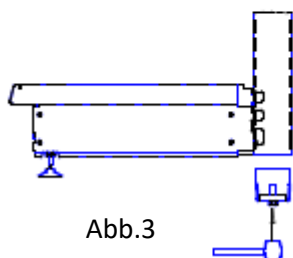

Abb.3
- Setzen Sie die hintere Stütze Art.2 auf den Ständer (Abb.3).